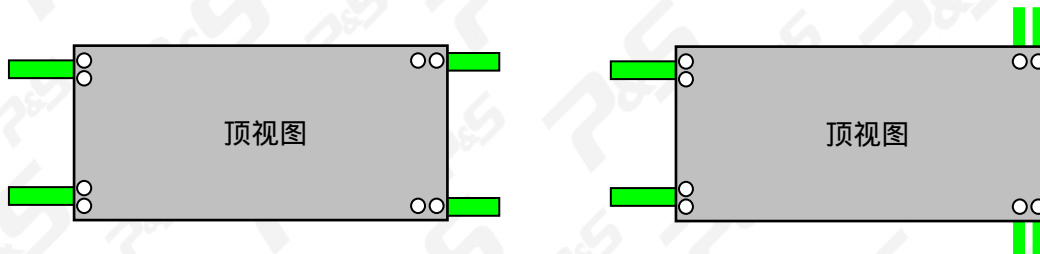

图 1-11 推荐的布线方案
- 2、PS 系列隔离电源的输入输出端之间能够承受不低于  $2500\text{VAC}$  的隔离电压，为了不至于降低隔离电压，不要在电源投影面积内布置电路引线或放置敷铜，这样的设计也可以把电源对输出端的辐射干扰影响减到最低。图 1-11 是推荐的布线方案，全部的输入输出引线都要朝背离电源的方向引出。
PS 系列 DC-DC 产品隔离电源的输入输出端之间能够承受不低于 2500VDC 的隔离电压,为了不至于降低隔离电压,不要在电源投影面积内布置电路引线或放置敷铜,这样的设计也可以把电源对输出端的辐射干扰影响减到最低。图 1-11 是推荐的布线方案,全部的输入输出引线都要朝背离电源的方向引出。